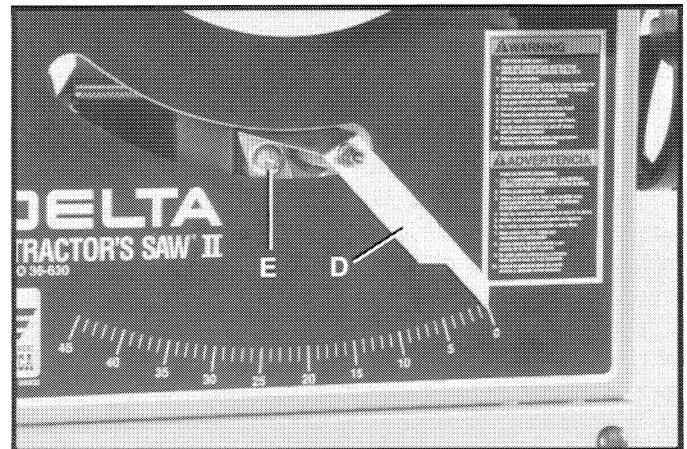

Fig. 68
6. Ajuste el indicador (D) Fig. 68 hasta que indique cero en la escala, aflojando el tornillo (E), ajustando el indicador (D), y apretando el tornillo (E). El mecanismo de elevación y bajado de hoja ha sido quitado por razones de claridad.